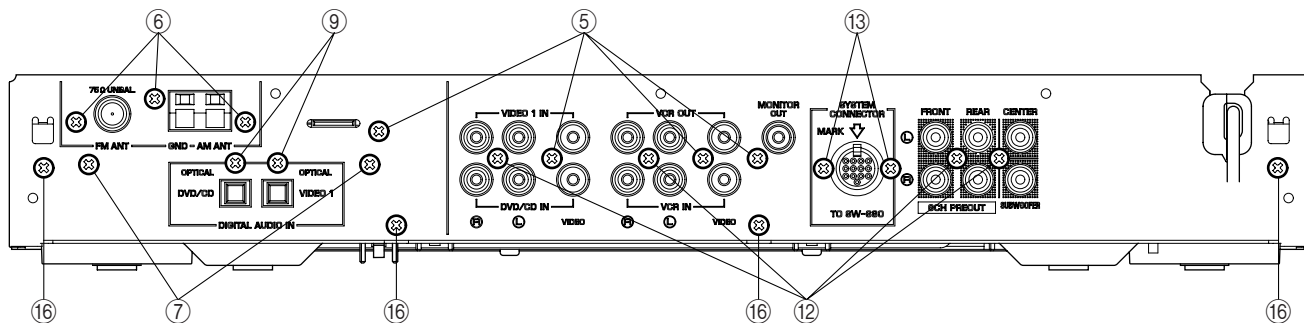
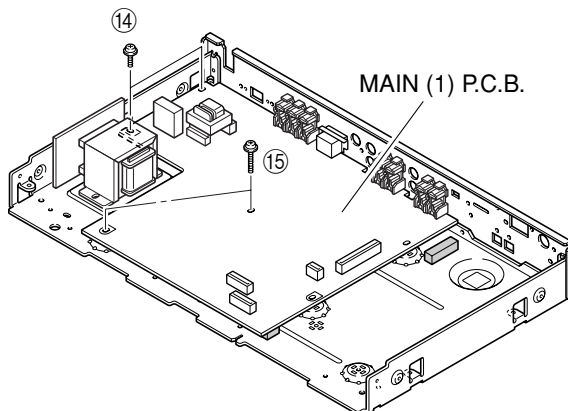
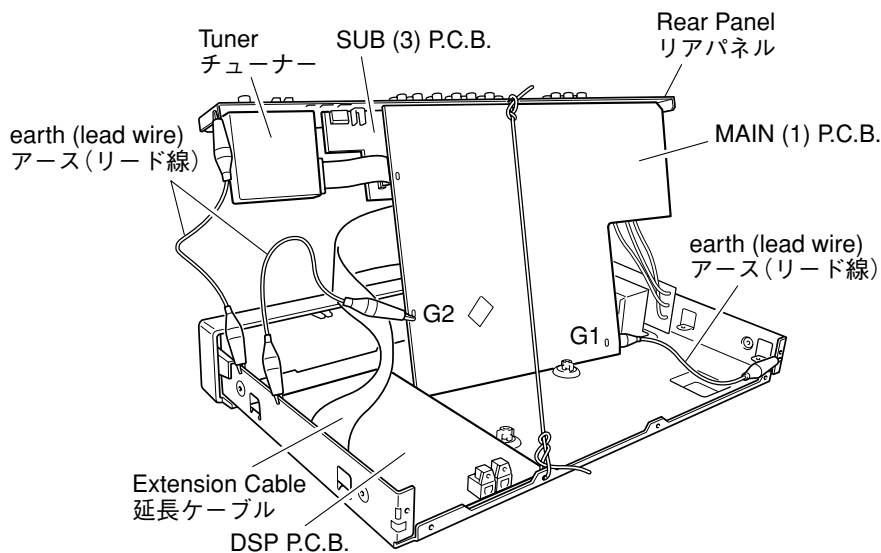

Fig. 3
Fig. 5
Fig. 6
- Remove 4 screws (⑤). (Fig. 3)
- Remove 3 screws (⑥). (Fig. 3)
- Remove 2 screws (⑦). (Fig. 3)
- Remove 2 screws (⑨). (Fig. 3)
- ⑤のネジ4本を外します。(Fig. 3)
- ⑥のネジ3本を外します。(Fig. 3)
- ⑦のネジ2本を外します。(Fig. 3)
- ⑨のネジ2本を外します。(Fig. 3)
**6. Removal of MAIN (1) P.C.B.**
- a. Remove 4 screws (12) and 2 screws (13). (Fig. 3)
- b. Remove 2 screws (14) and 2 screws (15). (Fig. 5)
- c. Remove the MAIN (1) P.C.B.. (Fig. 5)
**6. MAIN (1) P.C.B.の外し方**
- a. 12のネジ4本、13のネジ2本を外します。(Fig. 3)
- b. 14のネジ2本、15のネジ2本を外します。(Fig. 5)
- c. MAIN (1) P.C.B.を取り外します。(Fig. 5)
- c. Remove 2 screws (7), 2 screws (9) and 4 screws (16). (Fig. 3)
- e. Remove 2 screws (14) and 2 screws (15). (Fig. 5)
- f. With the rear panel attached, remove the MAIN (1) P.C.B.. At the same time, remove the Frame/DSP.
- g. With the rear panel attached, set the MAIN (1) P.C.B. upright. (Fig. 6)
- h. Using a servicing extension cable, connect the MAIN (1) P.C.B and DSP P.C.B. (Fig. 6)
- i. Using lead wires or the like, connect between G1 of the MAIN (1) P.C.B. and chassis, between G2 of the MAIN (1) P.C.B. and chassis, and between the rear panel and chassis respectively. (Fig. 6)
**MAIN (1) P.C.B.の動作チェックへの近道**
- c. 7のネジ2本、9のネジ2本、16のネジ4本を外します。(Fig. 3)
- e. 14のネジ2本、15のネジ2本を外します。(Fig. 5)
- f. リアパネルに取り付けた状態で、MAIN (1) P.C.B.を取り外します。同時にフレーム/DSPを取り外します。
- g. リアパネルに取り付けた状態で、MAIN (1) P.C.B.を立てます。(Fig. 6)
- h. MAIN (1) P.C.B.とDSP P.C.B.間を、サービス用延長ケーブルで接続します。(Fig. 6)
- i. MAIN (1) P.C.B.のG1とシャーシ間、MAIN (1) P.C.B.のG2とシャーシ間、リアパネルとシャーシ間を、それぞれリード線等でアース接続します。(Fig. 6)